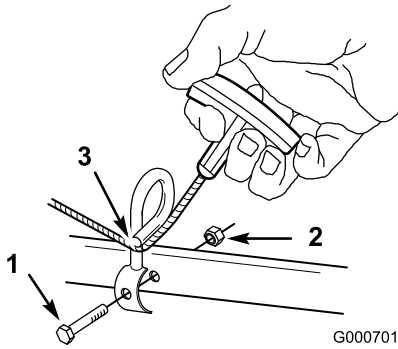

Figura 4
mm) e un dado di bloccaggio (1/4 pollice) (Figura 4).
4. Tirate il cavo di avviamento attraverso il guidacavo (Figura 4).